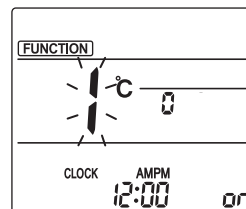

Fig. 1
- ① Går in i läge för manuell inställning av fläktblad. Tryck på knappen [MENU]. (Starta denna funktion när fjärrkontrollens display är släckt.) "FUNCTION" lyser och "1" blinkar. (Fig. 1)